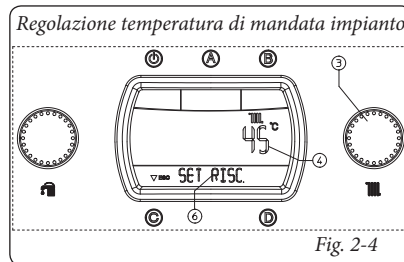

Fig. 2-4
- **Inverno (I):** in questa modalità la caldaia funziona sia in riscaldamento acqua calda sanitaria che riscaldamento ambiente. La temperatura dell'acqua calda sanitaria si regola sempre tramite il selettore (1), la temperatura del riscaldamento si regola tramite il selettore (3) e la relativa temperatura viene visualizzata sul display (24) mediante l'indicatore (4) e compare l'indicazione "SET RISC." (Fig. 2-4). Ruotando il selettore (3) in senso orario la temperatura aumenta e antiorario diminuisce.